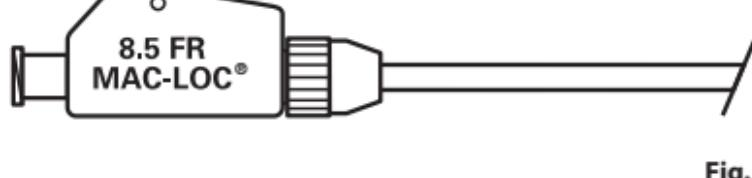

Fig. 3
- c. Recidere il filo di sutura in eccesso. (**Fig. 3**)